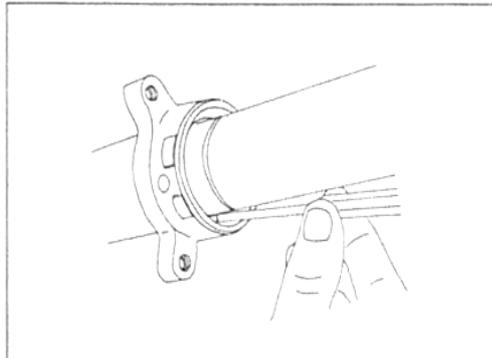

Bild 196
- Buchse zusammen mit Stützring mit passendem Rohrmaterial oder schrittweise über Kreuz mit langem Dorn eintreiben (Bild 196. Vorsicht, Standrohr nicht mit Dorn zerschrammen!).